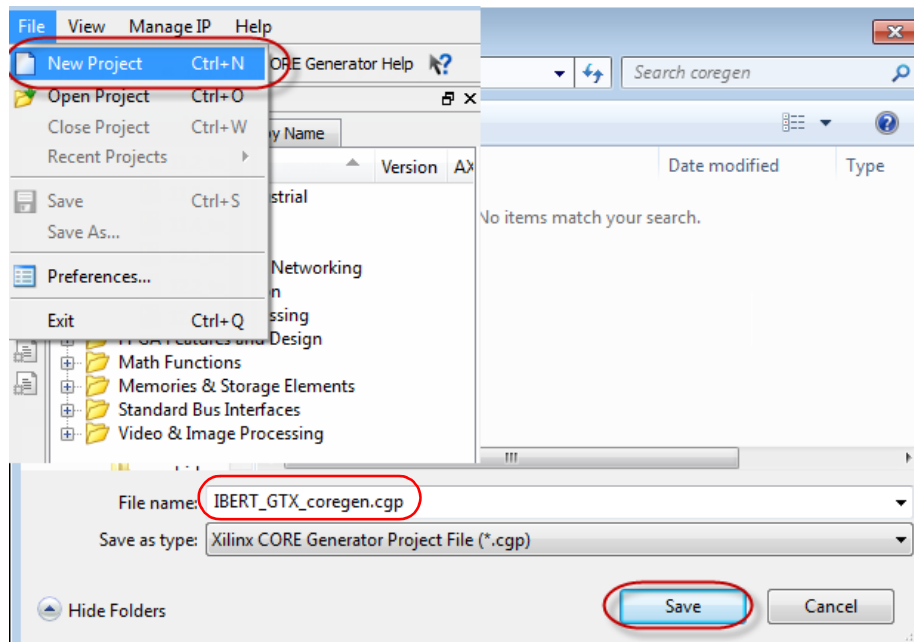

図 3 : CORE Generator でのプロジェクトの作成および保存
2. [File] → [New Project] をクリックし、図 3にあるようにプロジェクト名を「IBERT_GTX_coregen」にして保存します。